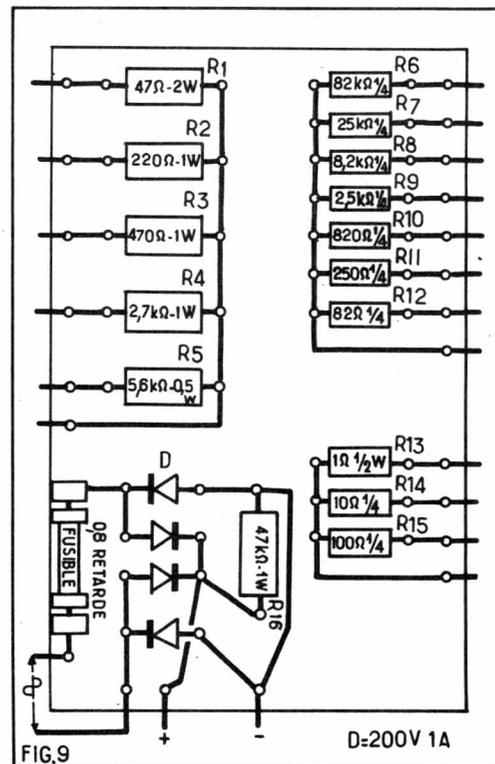

FIG.9
D. — RÉALISATION DU CIRCUIT IMPRIMÉ SUPPORTANT LES DIFFÉRENTES RÉSIDENCES DES CONTACTEURS RC ; ΔI_b ET SENSIBILITÉ ET LE PONT DE DIODES POUR VCE (Fig. 9)